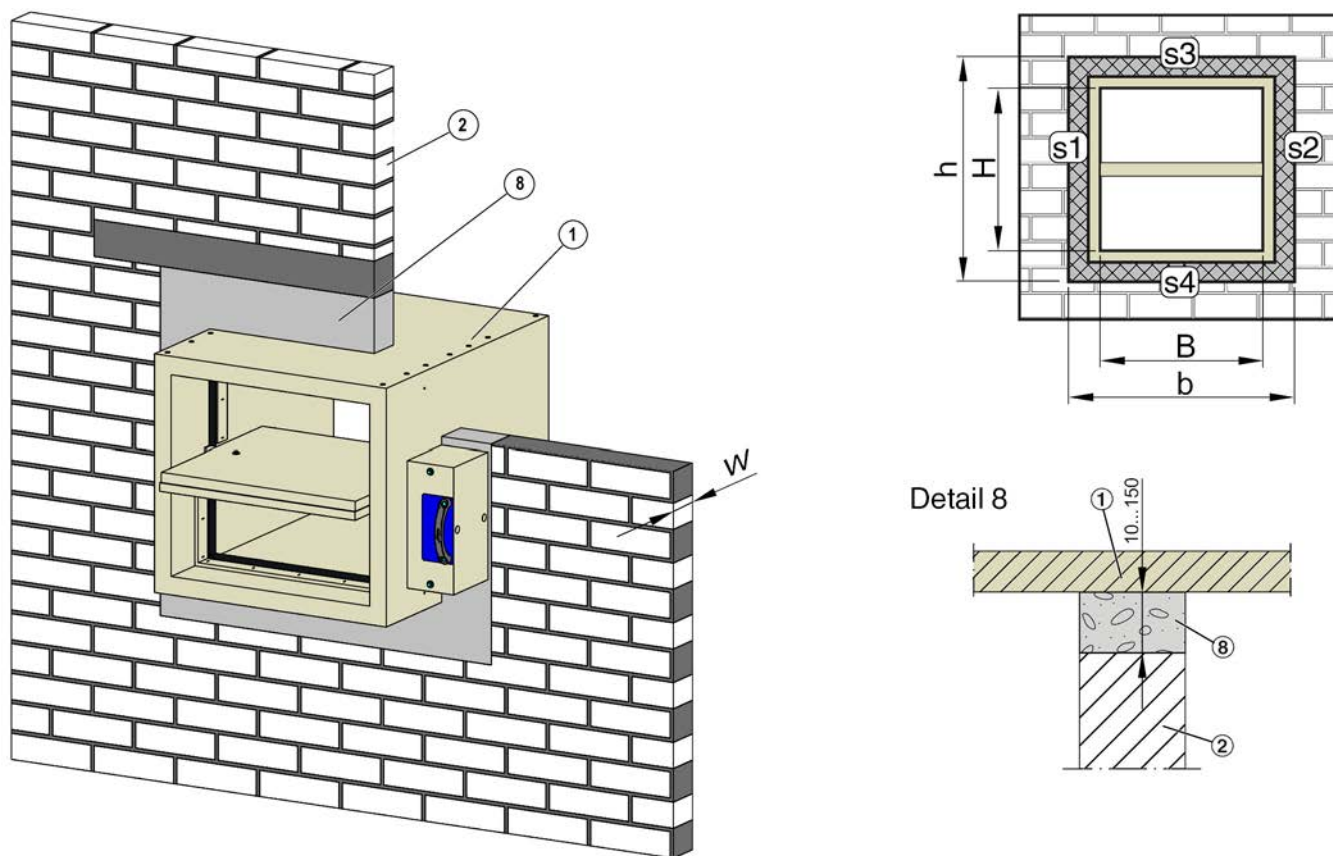

Fig. 14: Installazione a secco senza muratura in muro solido, variante di installazione a, indice di classificazione:  $v_{ew}$
1. ► Realizzare un'apertura per l'installazione, come illustrato in Fig. 14 :